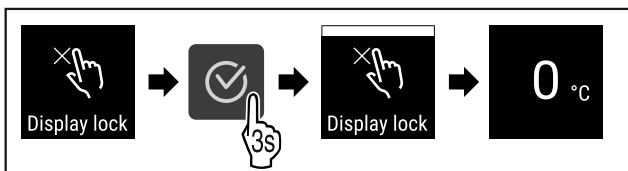

Fig. 67
- ▶ Efectuați pașii de acțiune (vezi Fig. 67).